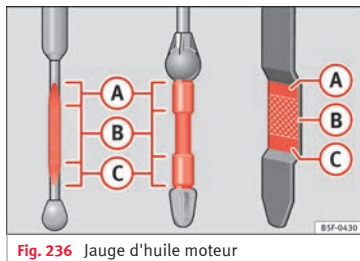

Fig. 236 Jauge d'huile moteur
– Puis retirez-la à nouveau et vérifiez le niveau d'huile » fig. 236. Faites l'appoint d'huile moteur si nécessaire.